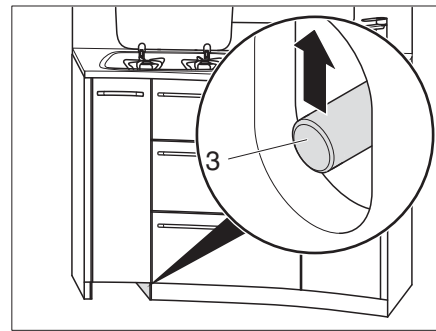

Fig. 115 Desbloquear los cajones de la cocina
- Empujar hacia arriba la barra de empuje (Fig. 115,3).